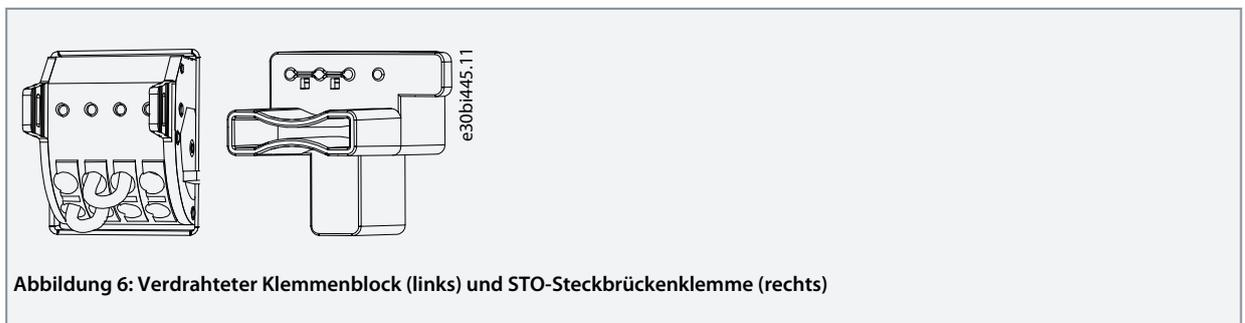

Abbildung 6: Verdrahteter Klemmenblock (links) und STO-Steckbrückenklammer (rechts)
1. Wenn die STO-Sicherheitsfunktion nicht benötigt wird, verdrahten Sie den Klemmenblock gemäß Abbildung 6, oder verwenden Sie die STO-Steckbrückenklammern aus dem Montagezubehör und montieren Sie sie an X31 und X32. Dadurch wird sichergestellt, dass beide STO-Eingänge mit 24 V DC versorgt werden, um den normalen Betrieb zu ermöglichen.